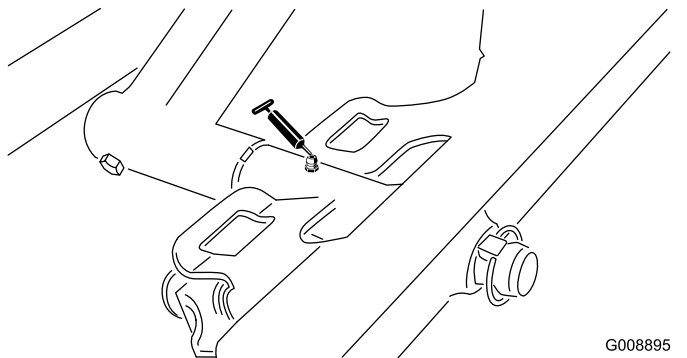

Figure 29
- Pivot d'unité de coupe avant (Figure 29)